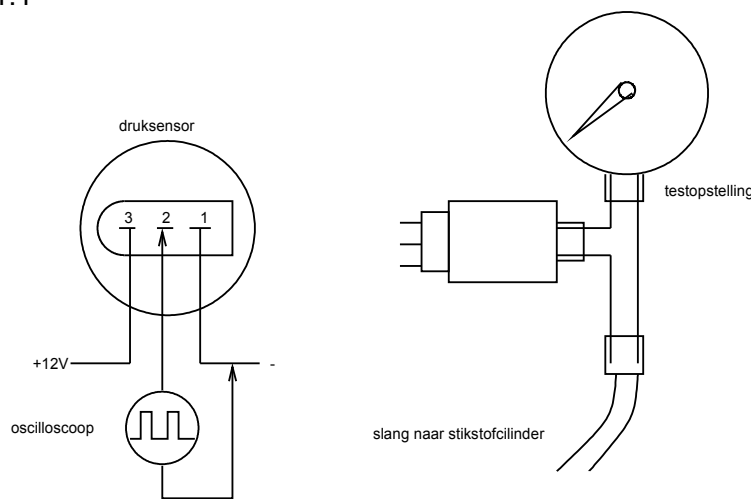

Fig. 11.1
- opstelling met druksensor en manometer. Fig. 11.1
1) Sluit de druksensor aan op de voeding. Stel de voeding in op 12 Volt en sluit de oscilloscoop aan. Zie fig.11.1